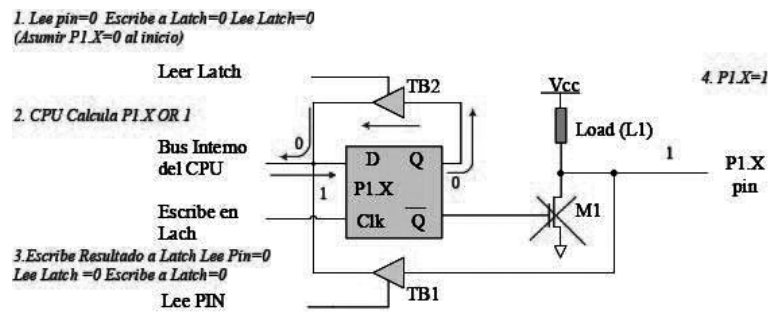

Figura 10.8: Leyendo Latch
- 1. ORL lee latch activa TB2 y lleva el dato desde latch Q al CPU (Figura 10.8).